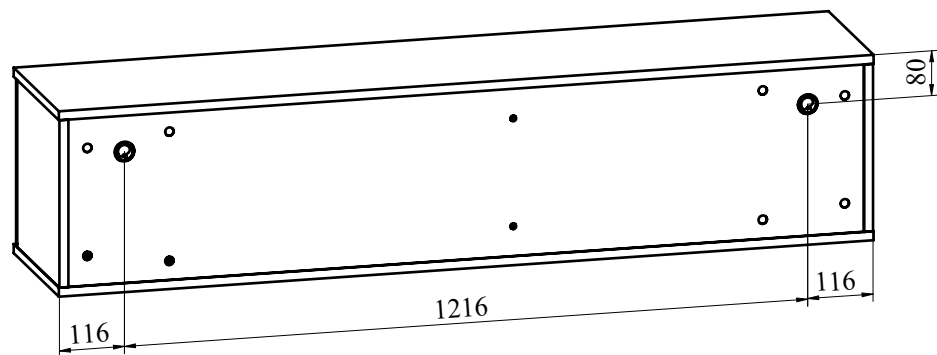

Рис.8
10. С помощью карандаша и рулетки разметьте стену согласно схеме (Рис. 8). Просверлите два отверстия под дюбель. Вбейте два дюбеля и вкрутите крючки для навесов.